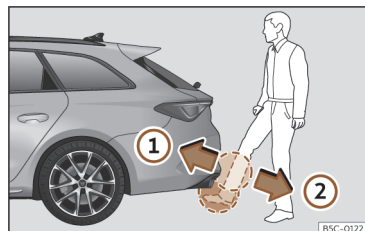

Fig. 78 Porta da bagageira com abertura controlada por sensor (Easy Open)
- Com um movimento rápido, aproxime o pé e a parte inferior da perna o mais possível ao para-choques. A parte inferior da perna tem que aproximar-se da zona do sensor superior, e o pé da zona do sensor inferior >>> Fig. 78 ①.
- Retire rapidamente o pé e a parte inferior da perna das zonas dos sensores >>> Fig. 78 ②. A porta da bagageira abre-se automaticamente.